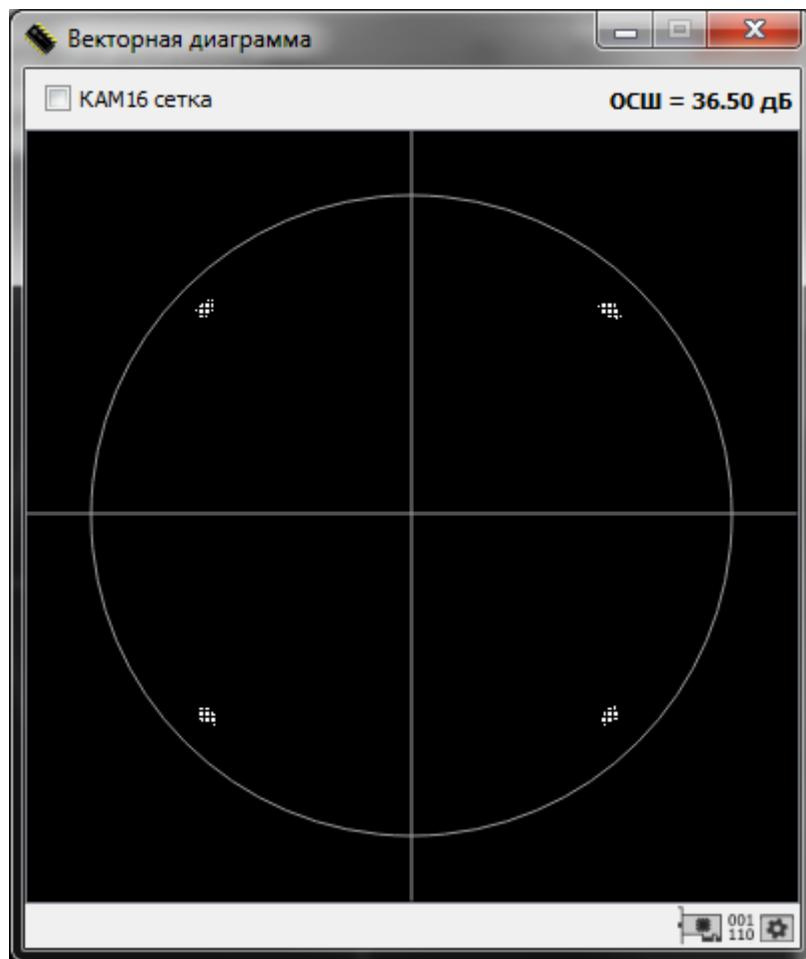

Рис. 27
– «Векторная диаграмма» - открывает окно просмотра векторной диаграммы сигнала. Используется для визуального контроля точек сигнального «созвездия» принимаемого сигнала (Рис. 27). Внизу окна векторной диаграммы расположен индикатор поступления данных ;